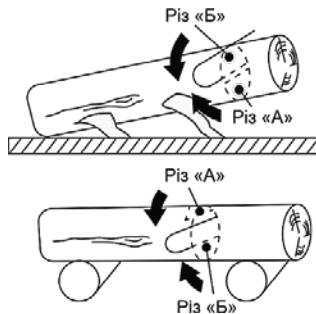

Рисунок 4
4.6.1 Розпилювання колоди за допомогою опору (рисунок 4)